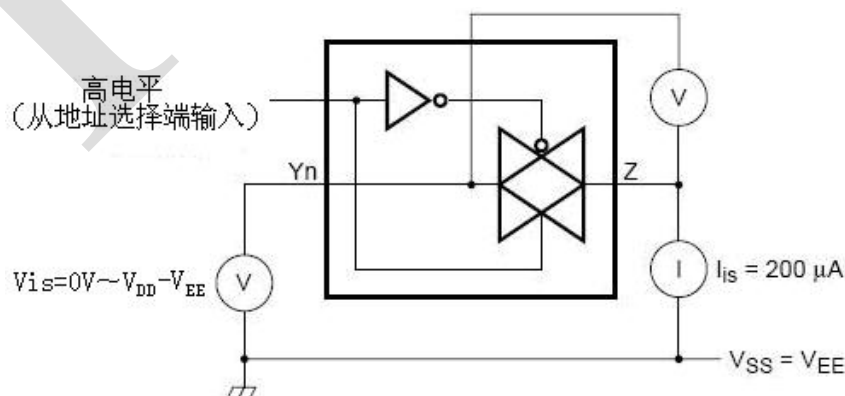

图 4、导通电阻测试线路图
3.3.2、直流特性 2 (未有特殊说明, $V_{SS}=0V$, $T_{amb} = 25^{\circ}C$, 测试线路图见图 4)